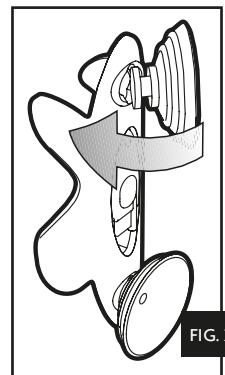

FIG. 2
- 1- Mount the suction cups onto the support provided, inserting them as shown in (fig. 2).
- 1- Montez les ventouses sur le support en les insérant comme en fig. 2.